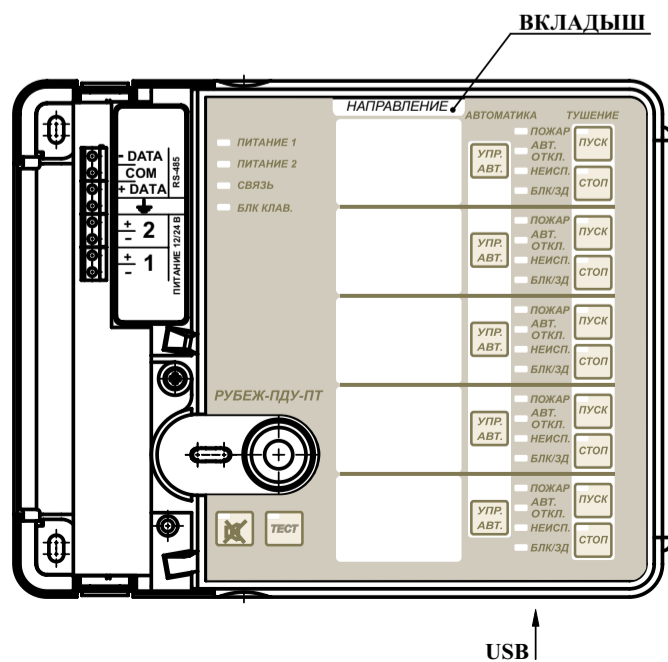

Рисунок 1 – Внешний вид прибора
3.2.8 Извлечь вкладыш (см. рисунок 1) и в столбце «Направление» вписать наименование зон контроля.